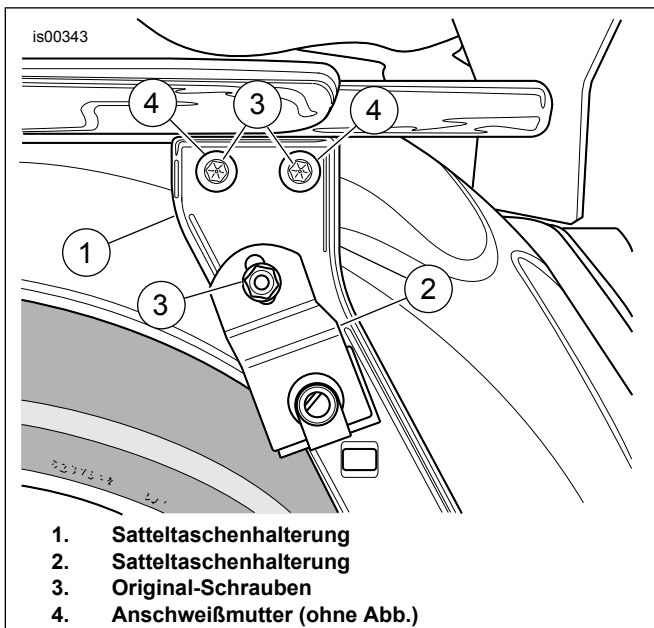

Abbildung 3. Original-Schrauben (linke Seitenansicht)
7. Siehe Abbildung 3 >. Vorhandene Schrauben (3) von beiden Seiten des Motorrads entfernen und entsorgen.